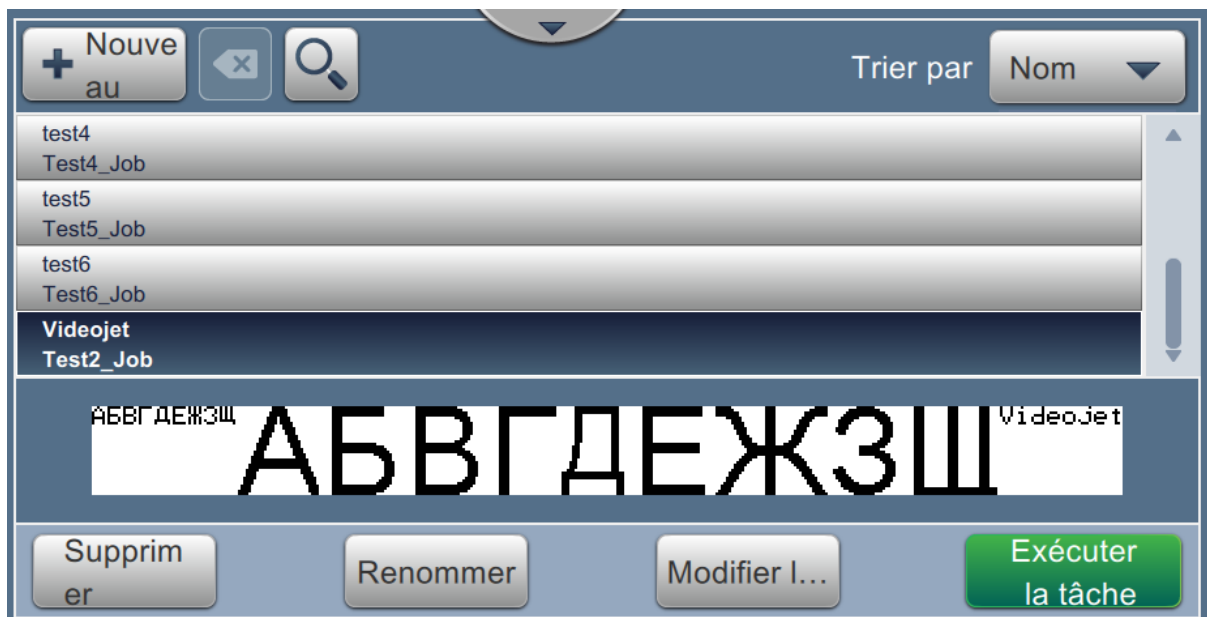

Figure 5-22 : Liste des tâches
32. La tâche « Videojet 1580 » est ajoutée à la liste des tâches, tel qu'illustré dans la Figure 5-22.